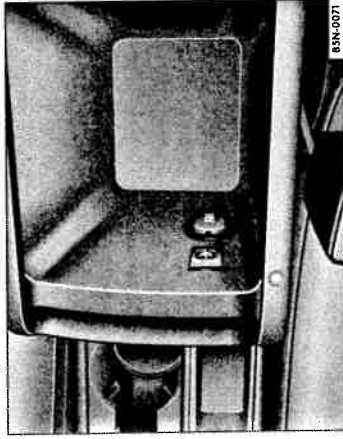

Fig. 99 Mufa multimedia din compartimentul de depozitare din consola centrală.
Pentru a putea conecta o sursă audio externă la mufa multimedia ⇒ fig. 99 (săgeata) din compartimentul din consola centrală, este necesar un cablu adaptor special. Acesta trebuie să se potrivească la un capăt în mufă (bucșă a jackului 3,5 mm Stereo) și cu celălalt capăt în sursa audio externă. Se procură din comerț.
- Trageți cablul adaptor din fișa multimedia ⇒ pagina 108, fig. 99”